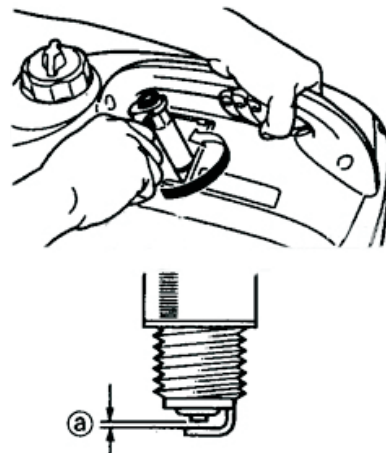

Рис. 30
4. Очистка и проверка свечи зажигания (Рис. 30).